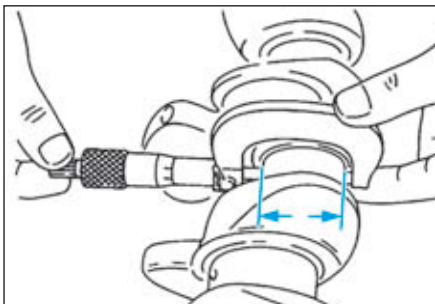

FIG.68
- Mesurer à l'aide d'un micromètre le diamètre (au centre de la portée) du maneton de vilebrequin à contrôler. Le diamètre du maneton de vilebrequin doit être compris entre 52,00 et 52,02 mm (Fig.68).